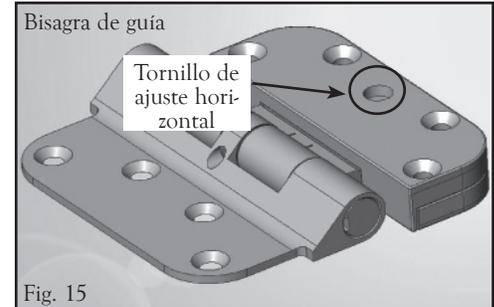

Fig. 15
**Consulte la Fig. 15.** Para realizar el ajuste horizontal en la bisagra de guía, abra completamente el panel de la puerta y busque el tornillo de ajuste en la cara de la hoja del paño. Usando una llave Allen de 3/16" (5 mm), gire el tornillo hasta obtener el margen correcto. Al girar el tornillo en sentido horario, se crea un margen más grande en el lado de la bisagra del panel. Una dirección en sentido antihorario reducirá el margen. Asegúrese de ajustar ambas bisagras en los mismos incrementos para evitar que las bisagras se unan.